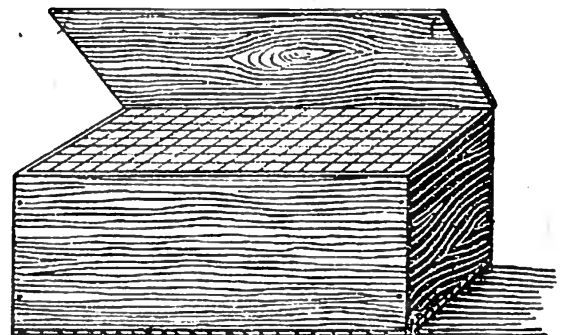

Fig. 2. — Une boîte de craie ouverte.
**1. La boîte de craie.** — Pour écrire au tableau noir, nous nous servons de bâtons de craie. Le fournisseur les livre dans de petites boîtes en bois. Observez la façon dont ils sont placés dans la boîte (*fig. 2*) : nous ne voyons que le bout carré de chaque bâton; ils sont disposés en rangées parallèles, toutes de même largeur, de même hauteur. Ils sont recouverts de sciure de bois qui pénètre dans les interstices des rangées, et ainsi amortit les chocs.